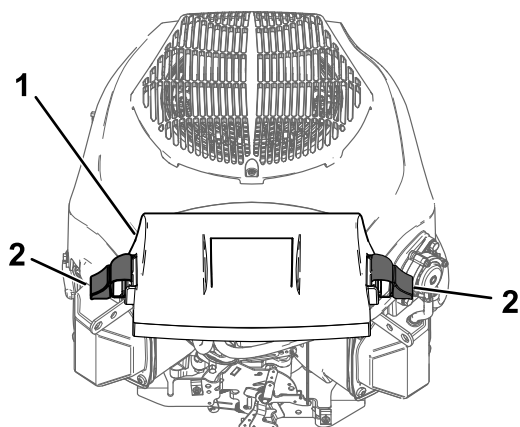

Figura 43
3. Montate la copertura e fissatela con i morsetti di fissaggio (Figura 43).